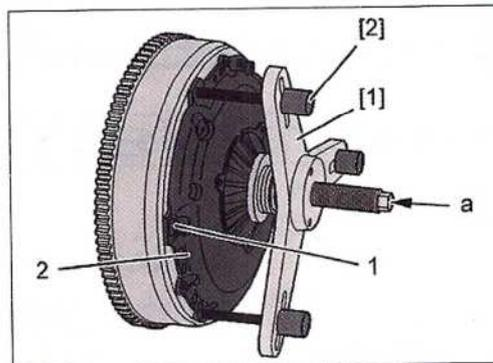

FIG. 1
- Desmontar 3 tornillos (1) (Fig.1).
- Montar el mecanismo (2) (Fig.1).
- Poner los útiles [1] y [2] sobre el mecanismo de embrague (2).
- Atornillar las 3 varillas de sujeción [2] en lugar de los tornillos (1).
- Montar los 3 tornillos (1), y apretarlos a $2 \pm 0,2$ daNm.
- Desatornillar el tornillo "a" del útil [1] algunas vueltas para destensar el mecanismo de embrague (2).
- Colocar los tornillos (1) restantes y apretar a $2 \pm 0,2$ daNm.